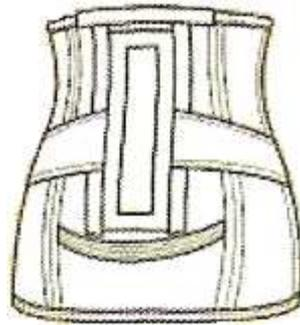

Figure 33 : CMLR montante au dos avec emboîtement et patte hypogastrique (MN ou GM) ⁽⁵⁶⁾
- CMLR montante au dos avec emboîtement et patte hypogastrique (MN ou GM) ou tirant hypogastrique. Prévues pour les femmes avec proéminence abdominale afin de maintenir le tablier antérieur et augmenter le verrouillage rachidien (Figure 33).